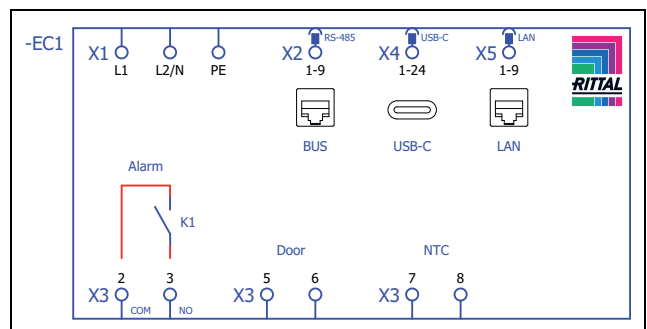
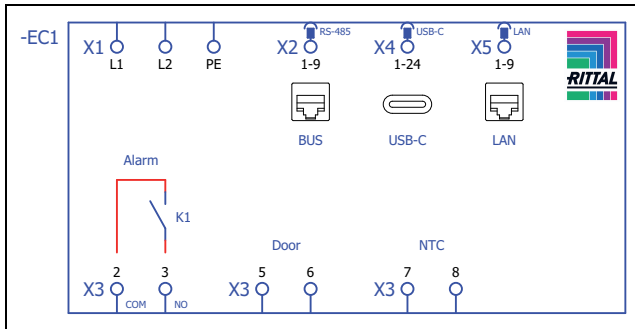

Fig. 45 : plan de connexion SK 3178800, SK 3178801, SK 3179800, SK 3179801, SK 3180800, SK 3184800
Fig. 46 : plan de connexion SK 3184840
■ Sortir la fiche d'alimentation du sachet d'accessoires et établir l'alimentation du réseau conformément à l'identification correspondante des raccordements (fig. 45 ou fig. 46).